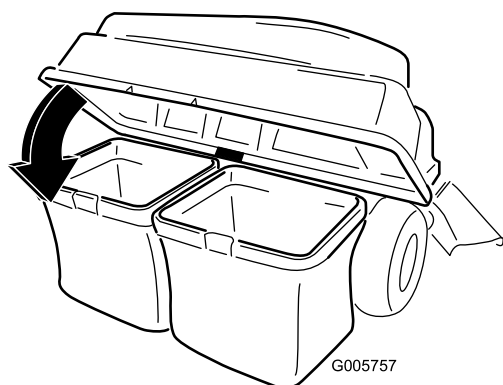

Figura 9
5. Abbassate il coperchio sul cesto (Figura 9).